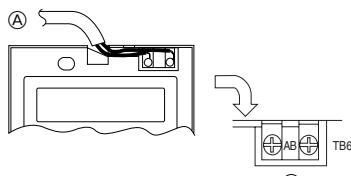

Fig. 6-10
2) Procedimientos de conexión (Fig. 6-10)